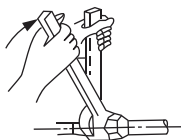

Fig. 5-4
- Strângeți cu o cheie de piulițe și cu o cheie dinamometrică (consultați Fig. 5-4).
- La racordarea conductelor de agent frigorific, folosiți întotdeauna două chei fixe/chei de piulițe pentru a strânge sau a slăbi piulițele! (Consultați Fig. 5-4). În caz contrar, racordurile conductelor vor fi deteriorate și vor rezulta scurgeri.